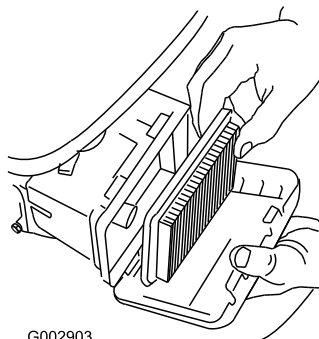

Figure 40
3. Déposez le filtre à air (Figure 40).